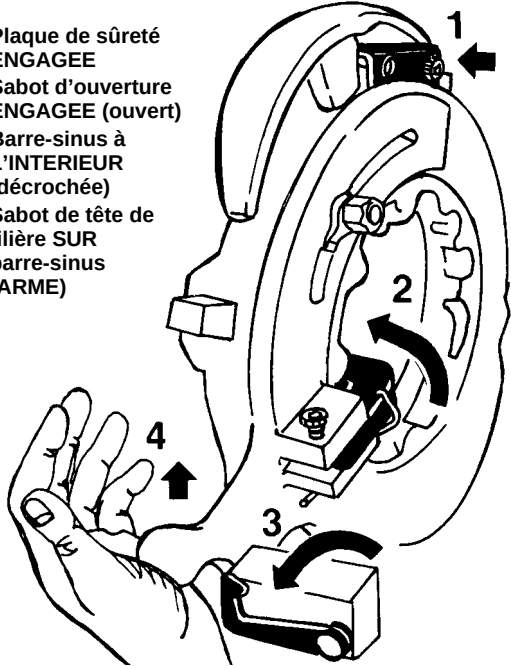

Figure 11 – Réglage des têtes de filière à ouverture
3. Engagez la plaque de sûreté. (Figures 11 & 14)
4. Engagez le sabot d'ouverture. (Figure 11)
5. La barre-sinus doit être à L'INTERIEUR (décrochée). (Figures 11 & 14)
6. Avec la tête de filière BAISSEE, poussez la poignée de la plaque de verrouillage de la came vers le HAUT (Figure 11, n° 4) jusqu'à ce que le sabot d'ouverture s'engage dans le corps de la tête de filière.